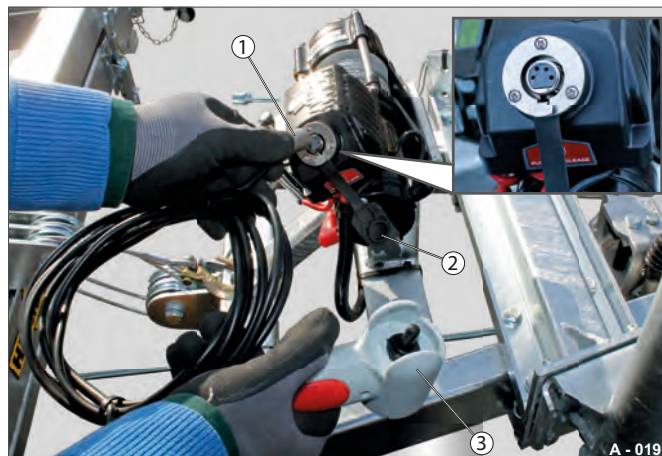

Abb. 10 Fernbedienung anschließen
- ▶ Ziehen Sie die Verschlusskappe (Abb. 10/2) von der Steckkupplung (Abb. 9/1) ab.
- ▶ Stecken Sie den Stecker (Abb. 10/1) ein.
- ▶ Halten Sie die Hand-Fernbedienung (Abb. 10/3) fest und wickeln Sie entsprechend die benötigte Länge des Kabels auf.